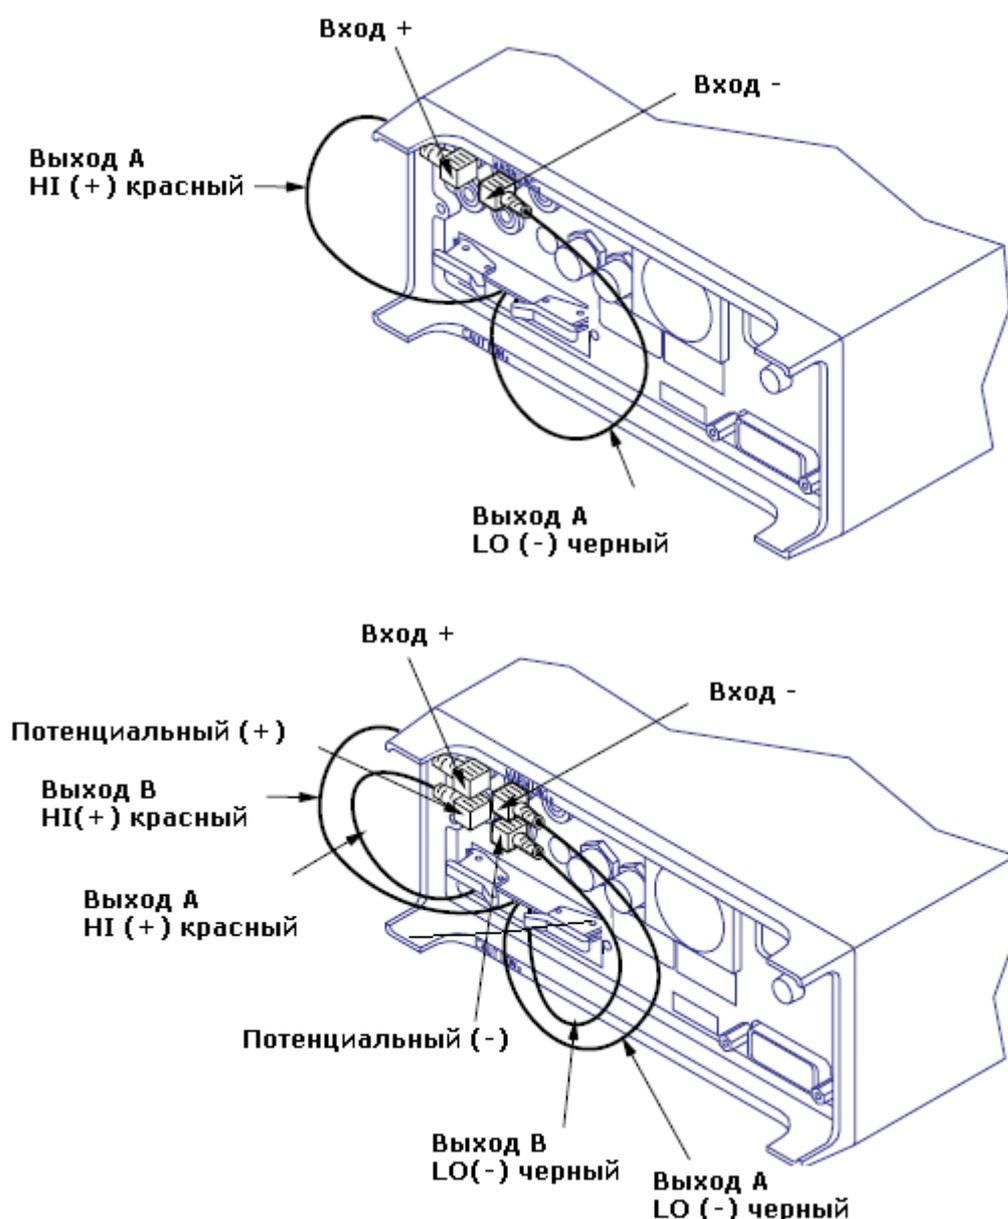

Рис. 10-23
- к входам вольтметра на задней панели произвести подключение выхода карты сканера соблюдая полярность подключения - Выход А сканера к входу вольтметра; Выход В сканера к потенциальному входу вольтметра при необходимости измерения 4-х проводных сопротивлений (см. рис. 10-23).